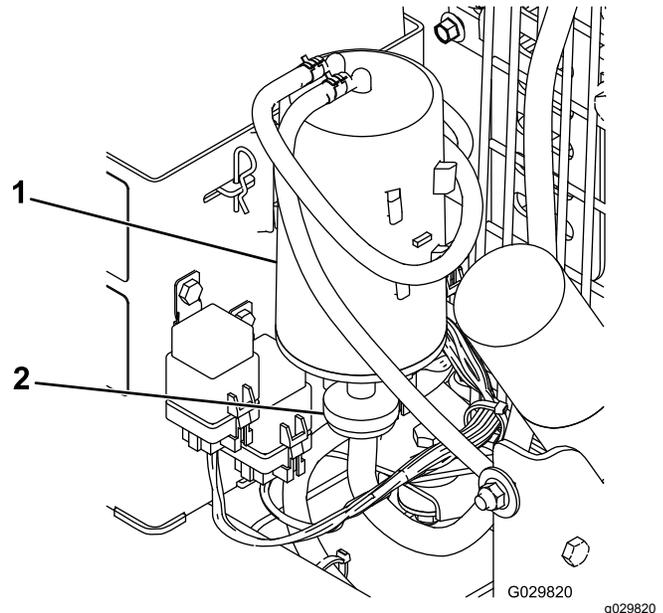

Bild 13
2. Entfernen und werfen Sie den Aktivkohle-Luftfilter weg (Bild 13).